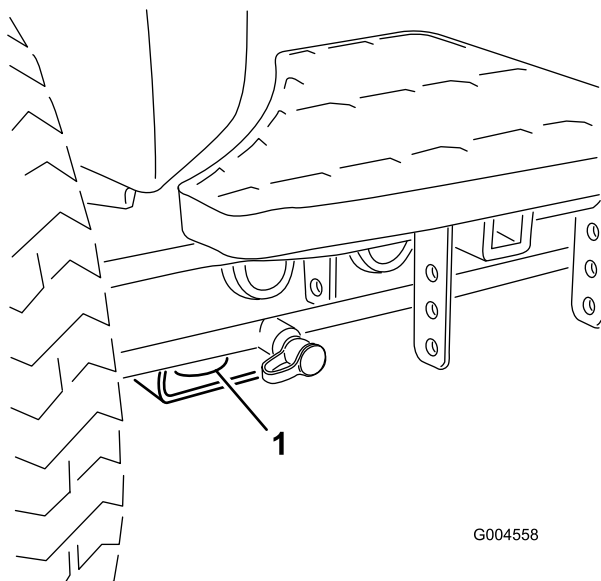

図 57
- 前各前輪の内側、アクスルチューブの下にある四角いパッド(図 57)